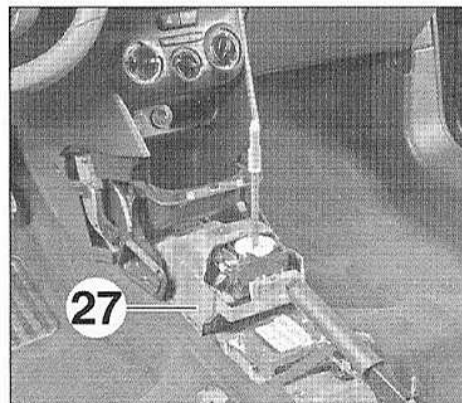

FIG.20
- Déposer l'insonorisant du levier de vitesses (27) (Fig.20).